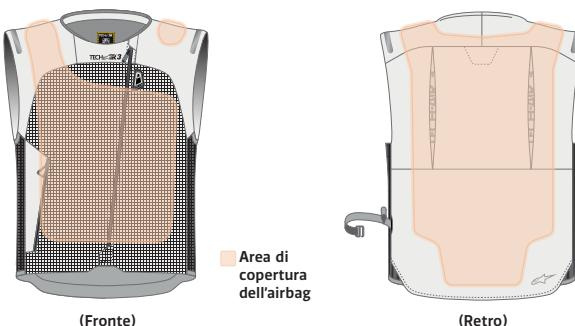

Figura 2: Area di copertura dell'Airbag
Il Sistema fornisce una protezione dagli impatti, nelle aree indicate nella Figura 2, all'utente (sia come pilota che come passeggero) che indossa il Sistema in caso di incidente o di altri eventi scatenanti. Si noti che esistono limitazioni alla protezione che può fornire, come spiegato più avanti in questo manuale utente (vedere la Sezione 3.2 e la Sezione 4 "Limitazioni d'uso").
**AVVERTENZA!** Il Sistema fornisce solo una limitata protezione dagli impatti contro le sollecitazioni nelle aree di copertura degli Airbag, come illustrato nella Figura 2. Non viene fornita alcuna garanzia che il Sistema prevenga lesioni (incluse lesioni gravi o mortali) all'interno e/o all'esterno delle aree di copertura degli Airbag o dell'Involucro di Protezione.